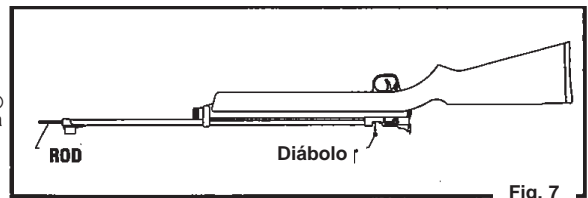

Fig. 7
- Empuje el diábolito al puerto de carga de diábolos (frente del cerrojo). (Fig. 7)
- Empuje el diábolito atorado al puerto de carga de diábolos (frente del cerrojo). (Fig. 7)